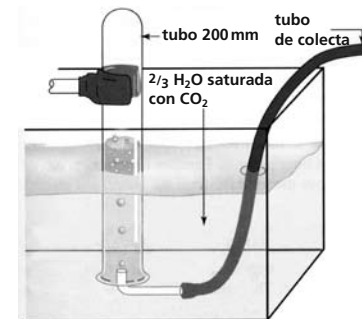
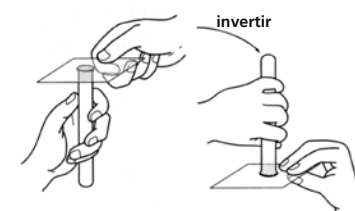

Figura 3
Figura 4
3. Montaje del aparato de colección de CO_2 : a) Muestra de agua saturada con CO_2 . Llenar la charola (véase figura 3) aproximadamente con dos tercios de agua saturada de CO_2 a partir de la muestra. b) Para preparar el tubo que recogerá el CO_2 , se llena un tubo (otro) de 200 mm acostándolo horizontalmente dentro del recipiente con el agua saturada y luego, sin sacarlo, colocarlo en posición vertical, con la boca hacia abajo (véase figura 4). c) Para conectar el tubo de salida del gas, coloque una manguera o tubo flexible a un